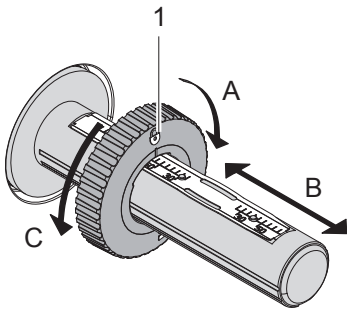

Рис. 11 Настройка ограничителя полей
3. Настройте ограничитель полей (1) на размотчике (3) в соответствии с шириной трансферной ленты (Рис. 11).
- Удерживая намоточное устройство, разблокируйте ограничитель полей (1), повернув его в направлении А.
- Сдвиньте ограничитель полей (1) в направлении В и отрегулируйте его по ширине трансферной ленты, используя шкалу.
- Удерживая намоточное устройство, зафиксируйте ограничитель полей (1), повернув его в направлении С.
4. Надвиньте трансферную ленту (5) на размотчик (3) до ограничителя полей (1) таким образом, чтобы покрытие ленты при размотке показывало вниз.